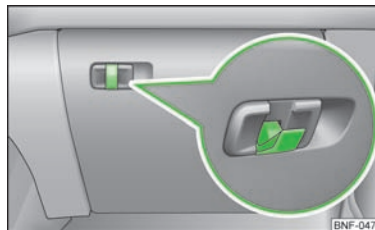

Fig. 50 Painel de bordo: gancho rebatível
Na alavanca de abertura da tampa do compartimento de arrumação, do lado do passageiro dianteiro, existe um gancho rebatível » Fig. 50 que serve para pendurar peças de bagagem mais pequenas, p. ex., bolsas e objectos semelhantes.
- Com o gancho rebatido para a frente » Fig. 50 não é possível abrir o compartimento de arrumação.